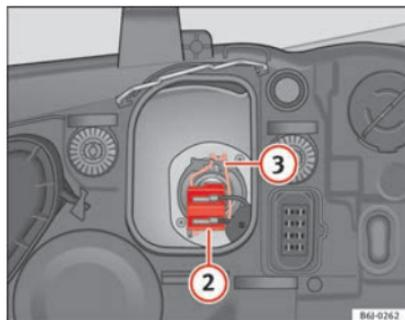

Fig. 156 Feux de croisement
- Retirez le connecteur ⇒ fig. 156 ② de l'ampoule.
- Décrochez le ressort entrebâilleur ⇒ fig. 156 ③ en le pressant vers l'intérieur et vers la droite.